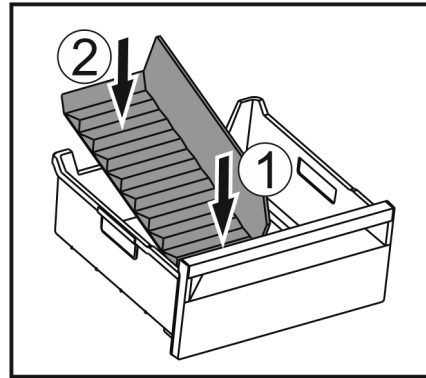

Fig. 174
- Colocar la parte delantera del separador para congelador. Fig. 174 (1)
- Bajar la parte posterior del separador para congelador hasta la base del cajón. Fig. 174 (2)